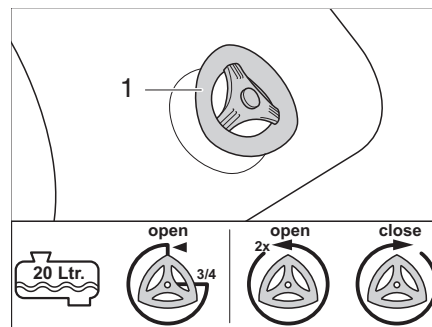

Fig. 370 Rubinetto di scarico
- Pieno per 1/2 o meno: ruotare il rubinetto di scarico (Fig. 370,1) di 3/4 di giro in senso antiorario. L'acqua fuoriesce.
- Pieno per 3/4 o più: ruotare il rubinetto di scarico (Fig. 370,1) di 2 giri in senso antiorario. L'acqua fuoriesce.
- Chiudere il rubinetto di scarico (Fig. 370,1) in senso orario.